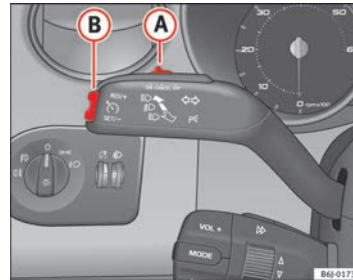

Abb. 113 Blinker- und Fernlichthebel: Schalter und Wippe für die Geschwindigkeitsregelanlage
- Drücken Sie den oberen Teil der Wippe **RES** ⇒ Abb. 113 **B**, um die Geschwindigkeit zu erhöhen. Solange Sie die Wippe gedrückt halten, beschleunigt das Fahrzeug. Sobald Sie die Wippe loslassen, wird die neue Geschwindigkeit gespeichert.
Wenn Sie die gespeicherte Geschwindigkeit durch Treten des Bremspedals verringern, wird die Geschwindigkeitsregelanlage deaktiviert. Sie können durch einmaliges Drücken des oberen Teils der Wippe **RES+** → Abb. 113 **(B)** die Regelung wieder aufnehmen.